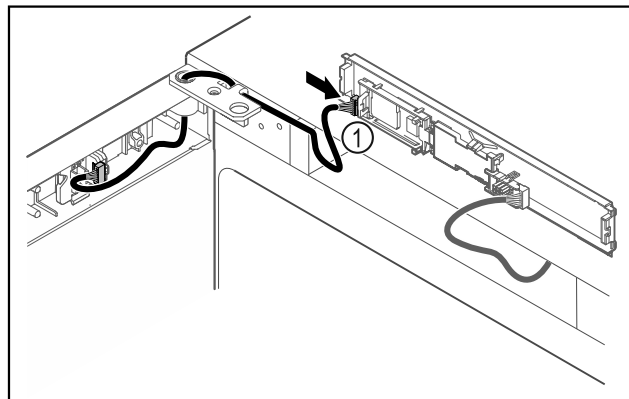

Fig. 46
- ▶ Připojte zástrčku Fig. 46 (1) na desku.